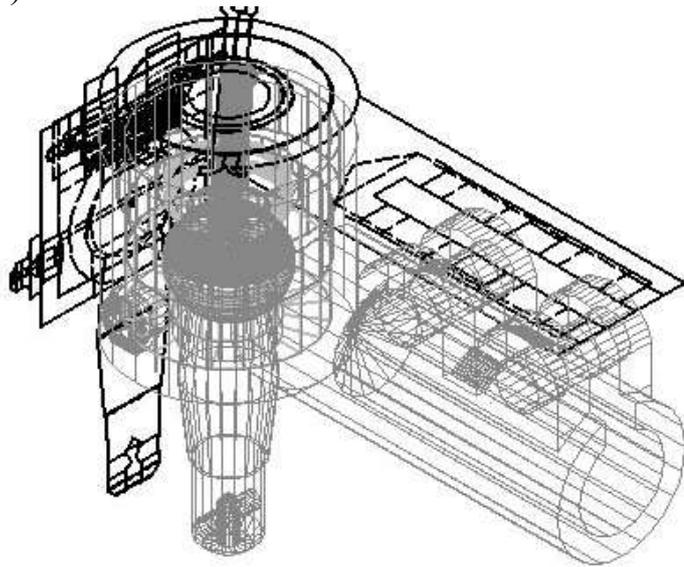

Рис. 49
5. Всем слоям с невидимыми линиями <имя вида> -hid установить тип линии **Штриховая** (рис. 49).